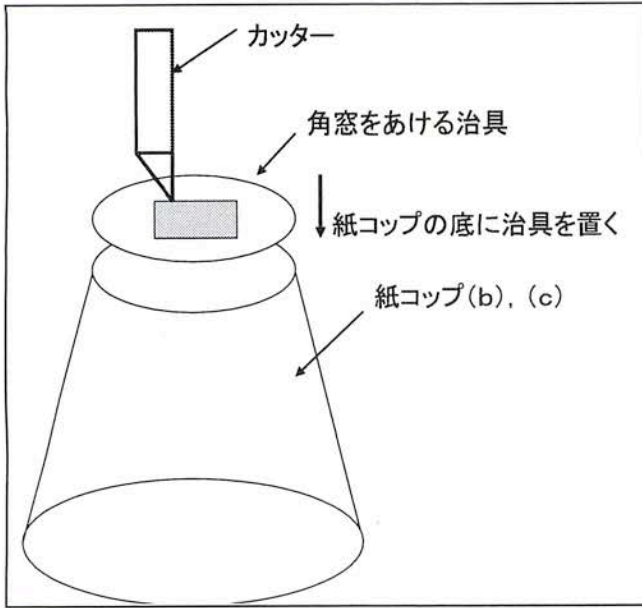

図9 紙コップ(b)と(c)の底の中央に治具を使って約15mm角の四角の窓をカッターであける。
1. 紙コップ(b)と(c)の底の真ん中に15mm角の四角の窓を、治具を使って、カッターであけます(図9)。この時紙コップ(b)には中に黒い紙A、Bが入れてあるはず。この黒い紙Bも一緒に15mm角の四角の窓をあけます。